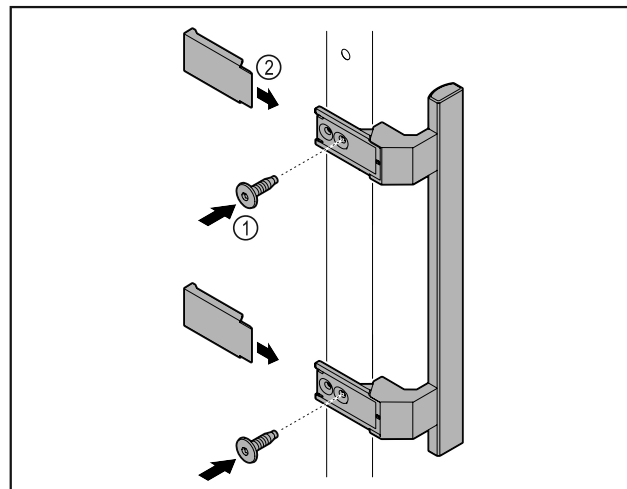

Fig. 7
- ▶ Plasser håndtaket som fulgte med, på døren med de vedlagte skruene Fig. 7 (1).
- ▶ Sett på dekselet Fig. 7 (2).